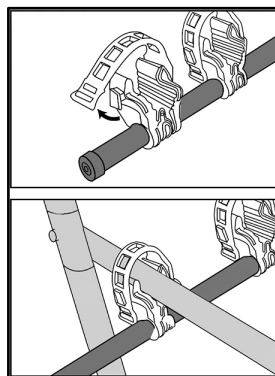

Fig. 9
2. Détachez les sangles de fixation en tirant chacune d'elle vers le bas pour les détacher de l'ancrage (fig. 9).